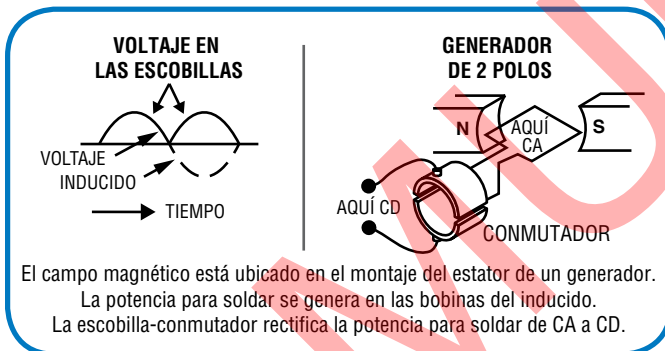

Figura 6 – Diseño del generador
En el diseño del generador (Figura 6), el estator mantiene el campo magnético. Nuevamente, aquí se necesita sólo una pequeña cantidad de corriente para mantener el campo magnético necesario para la generación de energía. En este diseño, se mueve el “conductor”, por lo que el rotor tiene los bobinados de conductor pesados necesarios para soportar la corriente para soldar. También utiliza un conjunto de anillos deslizantes/escobillas para pasar de forma mecánica de corriente alterna (CA) a corriente continua (CC) y para enviar esta CC a los tornillos de salida para soldar. Debido a que es difícil llevar la CC nuevamente a CA, la mayoría de las máquinas accionadas por motor que ostentan este diseño tienen únicamente salida de CC. Además, se necesita un motor más grande para el rotor pesado y escobillas más grandes para soportar la corriente para soldar alta.